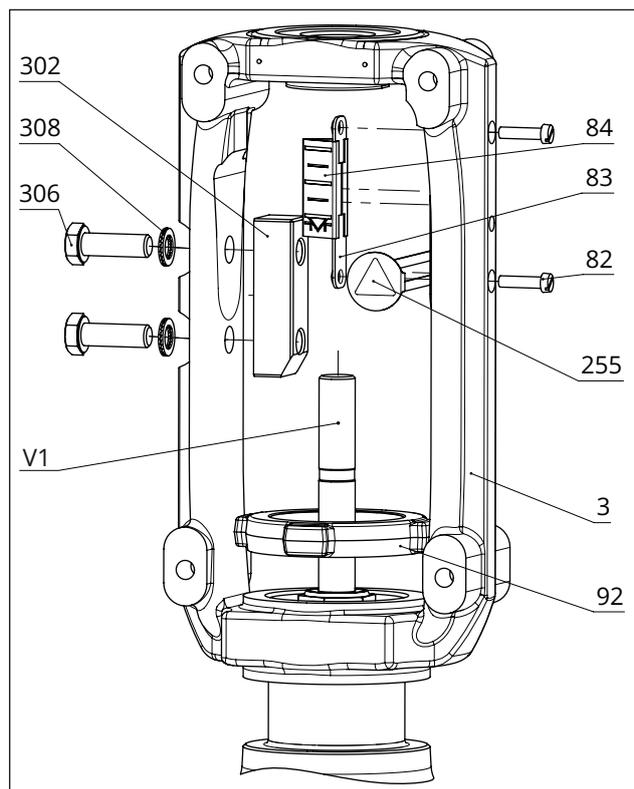
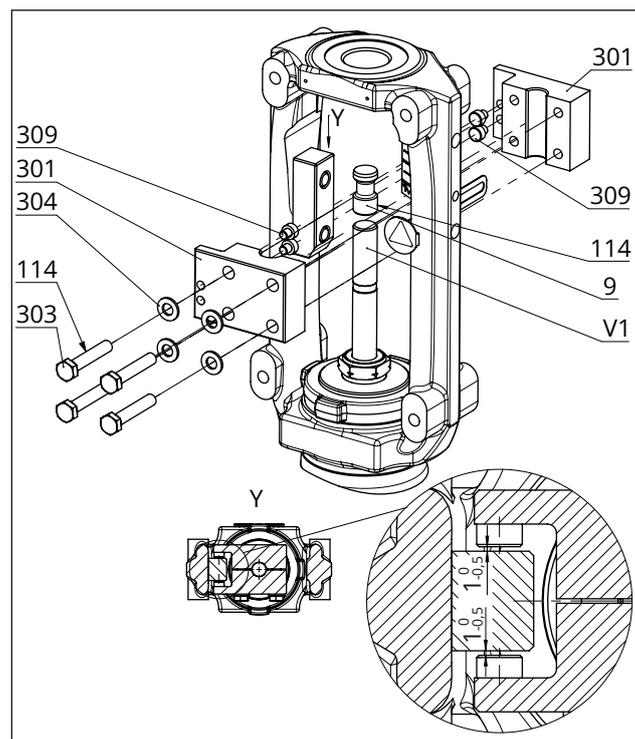

Bild 14: Montageübersicht der Baugruppe Joch mit Hubschild in der Sonderausführung
Bild 15: Montageübersicht der Verdrehsicherung in der Sonderausführung
Vgl. Bild 14 und Bild 15
- Zwischen den Gleitscheiben und ihrer Auflage am Joch ist ein nomineller Spalt zwischen 0,5 und 1 mm auf jeder Seite (vgl. Detail Y in Bild 15).